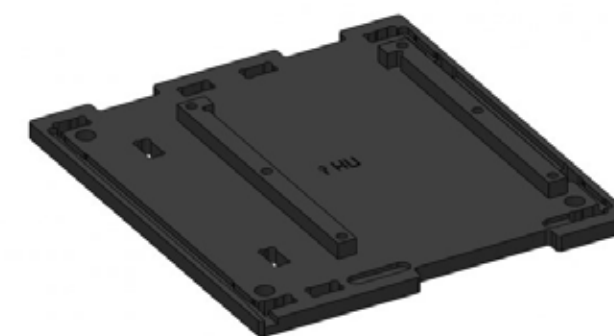

Рисунок 38. Установка Г-образных направляющих
1) На нижнее основание (обозначено: ПН ↓) установить Г-образные направляющие (рисунок 38):